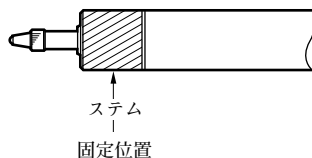

図1. 取付固定位置
- ・測長ユニットの取付けは、必ずシステムをチャックしてください。他の部分もチャックしなければならない場合は、機銘ラベル部(ヘッド内蔵部分)と、その近傍は避けてください。(図1)